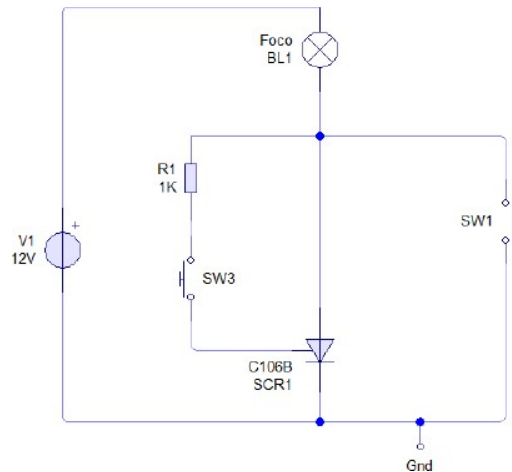

Figura 2. Diagrama del circuito
1. Se construirá un circuito conformado por un tiristor, una fuente de voltaje, un foco y dos switches con algunas resistencias para crear un mecanismo que pueda encender y apagar el foco dependiendo de qué switch se encienda; esto siguiendo el diagrama de la figura 2, que se muestra a continuación.